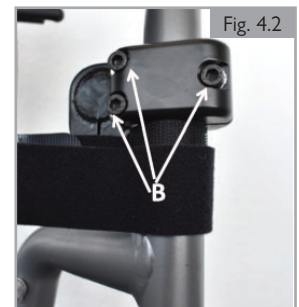

Fig. 4.2
2. Coloque las abrazaderas de forma que queden paralelas entre sí y a la misma altura en el armazón. Apriete los tornillos de cabeza cilíndrica (B) en la parte delantera y trasera de las abrazaderas varias veces en un lado y luego en el otro. (Fig. 4.2)